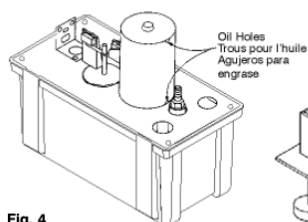

Fig. 4
- Oil the motor (Fig. 4) at the start of each air conditioning season. Use SAE number 10 or 20 non-detergent oil. Do not over oil.
2. Lubrifier le moteur au début de chaque saison d'utilisation (Fig. 4). Utiliser de l'huile SAE sans abrasif de viscosité 10 ou 20. Ne pas trop lubrifier.
3. Veillez à ce que les flotteurs bougent librement. Nettoyez-les au besoin. (Fig. 4)
2. Engrase el motor al comienzo de cada temporada de acondicionamiento de aire (Fig. 4). Use aceite sin detergentes SAE No. 10 ó 20. No lo engrase en exceso.